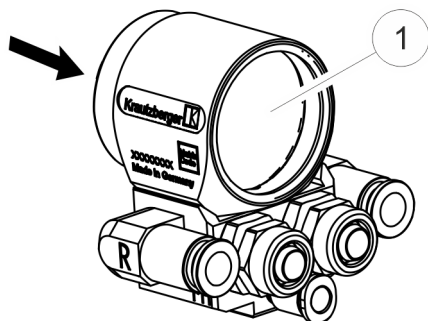

Fig. 21: Rimozione della membrana
6. Se necessario, spingere fuori dalla pistola a spruzzo automatica la membrana (Fig. 21/1) dalla parte anteriore con un utensile adeguato e senza spigoli vivi.